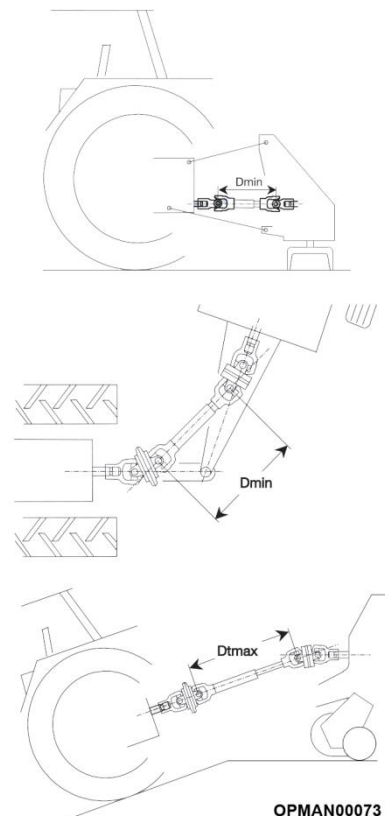

Рис. 3.5 – Max/min перекрытие кардана
Установите трактор / роторную косилку в положение, чтобы две половины валов находились на минимальном расстоянии между двумя концами; см. рисунок 3.5. На этом этапе проверьте наличие любых помех внешней трубки с внутренней трубой ярма и определите, насколько внешняя трубка должна быть укорочена.
На прицепных роторных косилках минимальное расстояние «Dmin» (см. Рис. 3.5) происходит между шарнирами во время рулевого управления. Убедитесь, что в состоянии максимального удлинения «Dmax», которое обычно происходит, когда машина выровнена, спускаясь вниз по склону, соединение между двумя трубами все еще достаточно.
3.3.3.1 С прикрепленным валом входного ВОМ установите трактор и машину в максимально плотный угол D_{\max} (см. Рис. 3.5).
- 3.3.4.6 Проверьте длину карданного вала в минимальном и максимальном положениях машины. См. Рисунок 3.5 для руководства по длинам D_{min} / D_{max} .